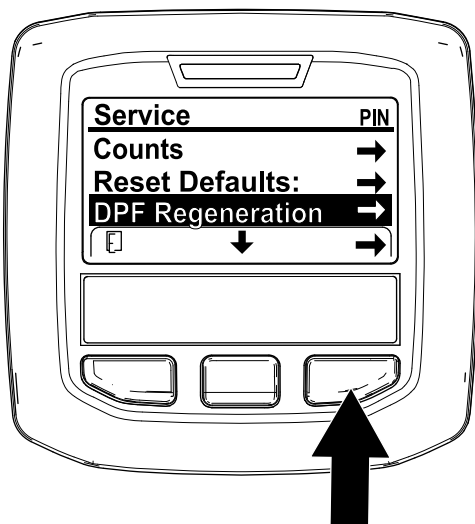

Bild 31
1. Navigieren Sie auf das Menü „Service“ und drücken Sie die mittlere Taste, um auf die Option DPF REGENERATION zu navigieren (Bild 31).
2. Drücken Sie die rechte Taste, um den Eintrag „DPF Regeneration“ auszuwählen (Bild 31).